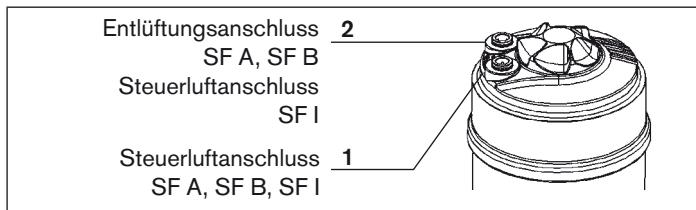

Bild 17: Anschlüsse
→ Steuermedium an Steuerluftanschluss 1 des Antriebs anschließen (siehe „Bild 17: Anschlüsse“).
→ Schalldämpfer in den freien Entlüftungsanschluss 2 stecken (siehe „Bild 17: Anschlüsse“).
- Steuermedium an Steuerluftanschluss **1** und **2** des Antriebs anschließen (siehe „*Bild 17: Anschlüsse*“)